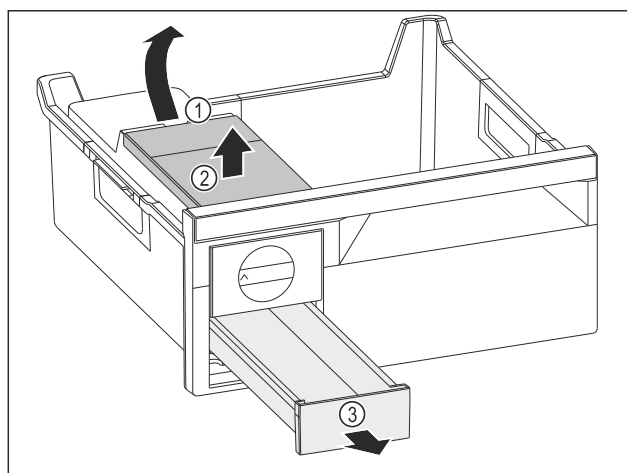

Fig. 77
- Estrarre il serbatoio dell'acqua: Sollevare il serbatoio dell'acqua nel vano Fig. 77 (1).
- Estrarre il serbatoio dell'acqua Fig. 77 (2) verso l'alto.
- Estrarre il cassetto del ghiaccio Fig. 77 (3) in avanti.